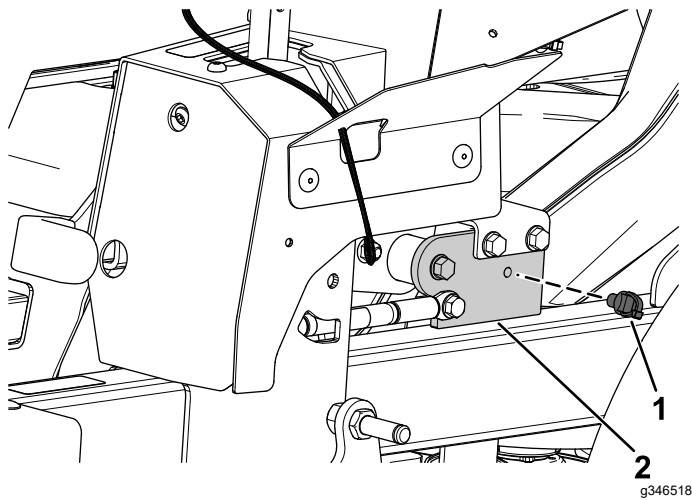

Bild 17
1. Montieren Sie die vordere Druckbefestigung in die Halterung des Feststellbremshebels (**Bild 17**).